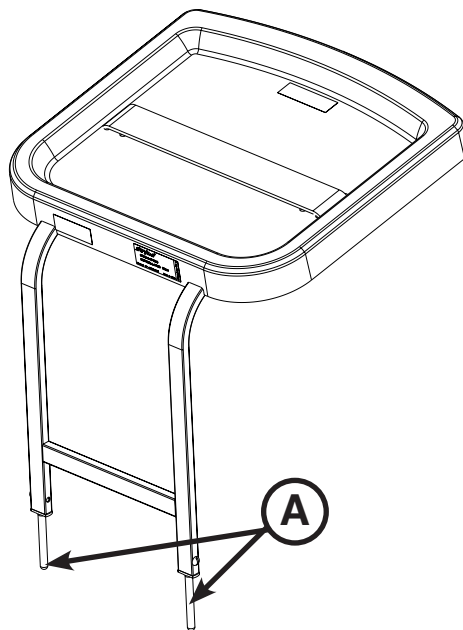

图9.1: 除颤器托盘
欲安装除颤器托盘, 请将除颤器托盘上的插栓 (A) 插入担架床尾端的床尾板孔内, 如图9.1 所示。用带子将设备固定在托盘上。